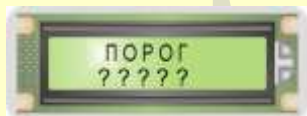

Рис. 5.1. Вид ЖКИ БУК при переводе влагомера в режим «Порог»
**5.3.** При нахождении прибора в ОСНОВНОМ РЕЖИМЕ (см. рис. 1.4) нажать на клавиатуре кнопку «+/(N0)», на ЖКИ при этом высветится предложение ввести пароль для входа в режим «Порог» (рис. 5.1).